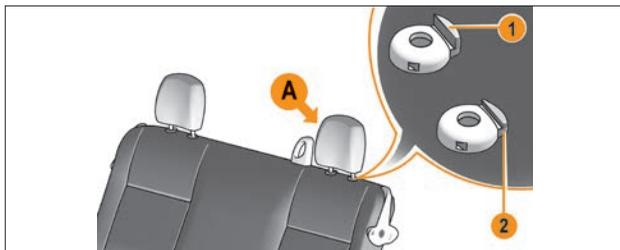

Рис. 2.2.1. Подголовники типа А сиденья второго ряда (в варианном исполнении)
- Подголовники типа **А** (рис. 2.2.1) устанавливаются только для боковых мест, среднее место без подголовника.
Чтобы опустить его вниз, нажмите одновременно на фиксатор **1** (рис. 2.2.1 или 2.2.2) и на подголовник.